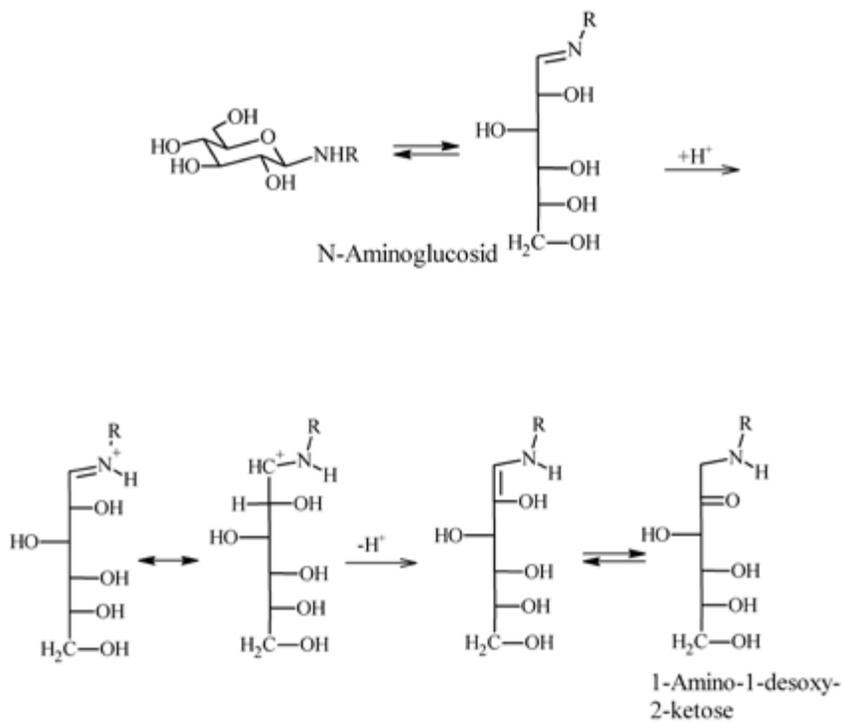

Abb. 1 Bildung von 1-Aminoglykosen aus Aminosäure und Zucker (hier Glucose) und Amadoriumlagerung
- ▶ Die Initialphase, Bildung von N-Glykosiden und Amadori-Umlagerung zu 1-Amino-2-ketosen (Abb. 1).